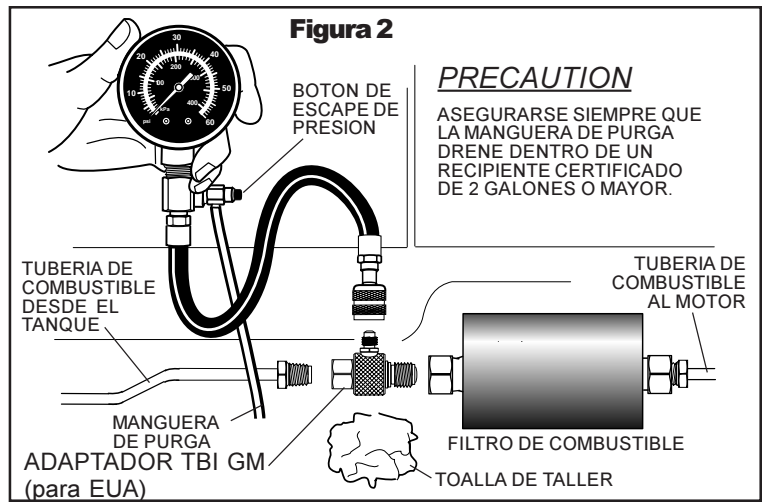

Figura 2
2. Desconectar la tubería de combustible, en la ubicación especificada en el manual de servicio del vehículo. Usar una toalla de taller para limpiar el líquido derramado. La Figura 2 muestra la ubicación típica en el filtro de combustible. Si el filtro está fijado con un sujetador, extraer el sujetador y a continuación extraer el filtro si fuera necesario. Reemplazar el filtro si está sucio o se sospecha que está en malas condiciones.
3. Fijar el adaptador especial del probador de combustible al adaptador según se muestra en la Figura 2. Ajustar manualmente todos los adaptadores suavemente con los dedos y a continuación ajustar suavemente 1/2 vuelta con una llave inglesa.